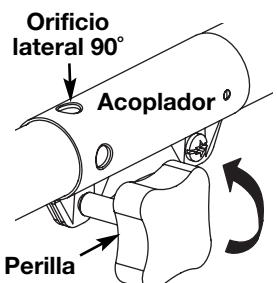

Fig. 8
- De vuelta a la perilla a la izquierda para aflojar el acoplador (Fig. 8).